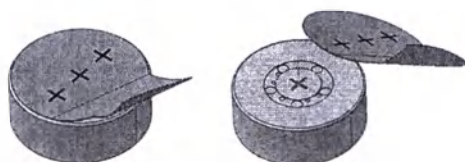

Рисунок 4 – Подготовка элемента питания
4.1.3 Удалите защитную пленку с нового элемента питания, рисунок 4.